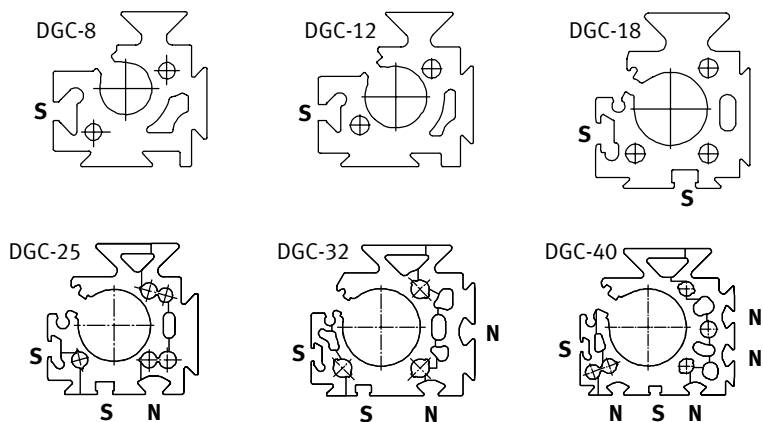

Bild 22
- Använd spåren S i Bild 22 för montering av cylindergivaren.
- Använd spåren för montering av externa tillbehör enligt Bild 22.